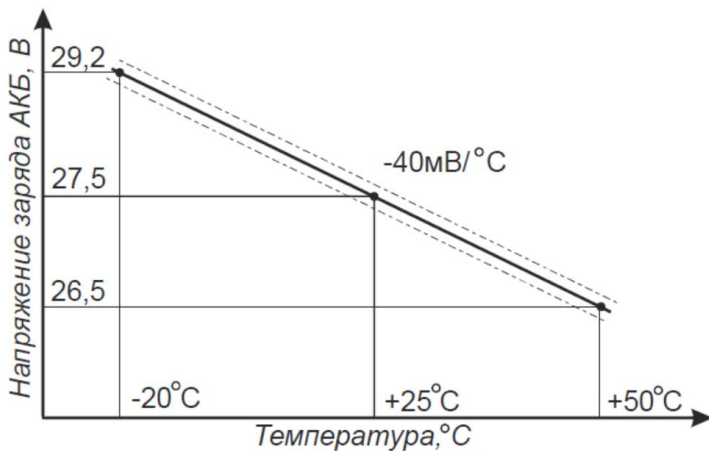

Рисунок 2 - Зависимость напряжения заряда АКБ от температуры
**В отсутствии сетевого напряжения** изделие может быть запущено в работу от АКБ, при этом к изделию должна быть подключена исправная, полностью заряженная АКБ! После подключения АКБ необходимо кратковременно нажать кнопку «холодный запуск», изделия переходит в режим «Резерв» в течение 5...10 сек. Схема изделия предусматривает температурную компенсацию напряжения заряда АКБ с коэффициентом термокомпенсации  $-(40...38) \text{ мВ/}^{\circ}\text{C}$ . Зависимость напряжения заряда от температуры приведена на рис.2.
<p>Без установки термодатчика заряд батареи осуществляется без термокомпенсации, при этом напряжение заряда АКБ будет соответствовать значениям, установленным для температуры окружающей среды +25°C (см. рис. 2)</p>